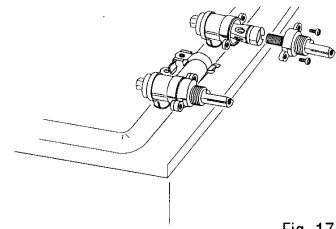

Fig. 17
- Dévisser les deux vis de fixation de la carotte (fig. 17).